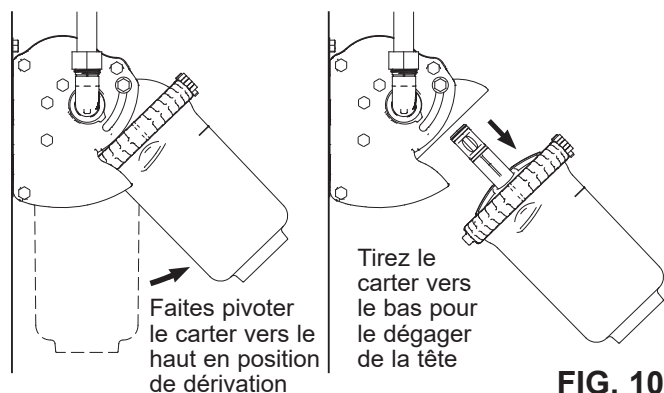

FIG. 10
1. Saisissez la partie inférieure du carter et tirez-la fermement et lentement vers vous, en la faisant pivoter vers le haut jusqu'à ce qu'elle s'immobilise en position de remplacement des filtres/dérivation (consultez la figure 10). Vous entendrez un sifflement et une petite quantité d'eau (environ 118 ml [4 oz]) s'écoulera dans le tuyau de purge pour libérer la pression présente dans le carter.